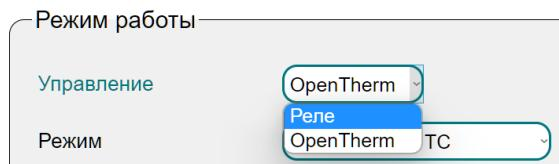

Рисунок 12
- параметр *Управление* - способ управления котлом (рис. 12):